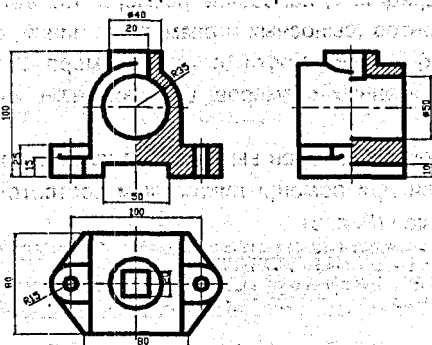

Рис.7 Нанесение размеров на чертеже
6. Перейти в слой «Размеры» и проставить размеры в соответствии с рис. 7.